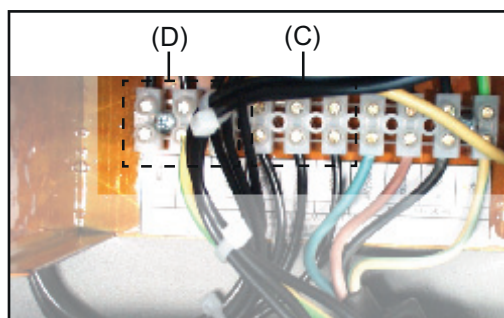

Abb.5 Autotrafo auf 480 V umstellen
- 4 An der Klemmleiste (in der Nähe der Steckdose), im „Bereich 500 V“ (C), Phasenleiter (L1, L2, L3) abklemmen (Abb.5)
- 5 Phasenleiter (L1, L2, L3) an den drei äußersten Anschlüssen, „Bereich 480 V“ (D), der Klemmleiste anklemmen (Abb.5)